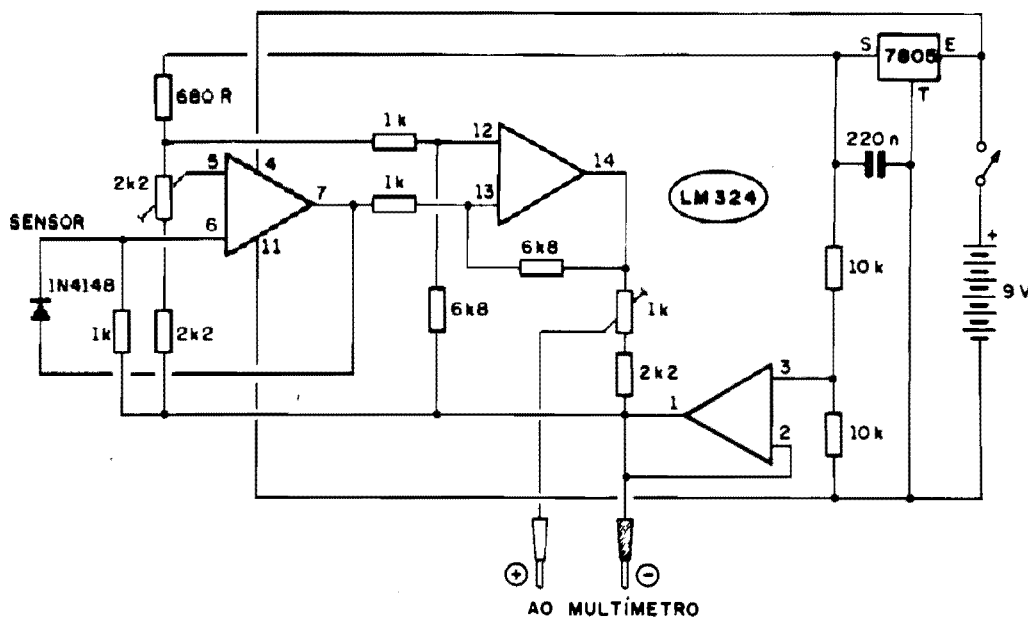

Fig. 1
- FIG. 1 - O CIRCUITO - Os Leitores/Hobbystas assíduos já sabem que um mero diodinho de silício, desses de uso geral, tipo 1N4148, pode ser efetivamente usado como sensível e razoavelmente linear "medidor" de Temperatura, uma vez que a diferença de potencial ("voltagem") que se determina através da sua junção semicondutora PN é sempre proporcional, linearmente em boa faixa, à Temperatura ambiente... Essa manifestação ou comportamento, contudo, ocorre na casa dos milésimos de volt. Assim, com o auxílio de uma boa dose de amplificação linear (um Integrado, contendo Amplificadores Operacionais, é uma "mão na roda" pra isso...) podemos transformar aquela variação milivoltagem numa excursão bem mais ampla, facilmente "enxergável" pela entrada de um multímetro digital convencional, desde que esteja chaveado para trabalhar como Voltímetro, em fundo de escala tão próximo possível de 1V (pode ser usada a faixa de 2 VCC, presente na grande maioria dos multímetros digitais...). Tecnicamente, no circuito, o bloco de Entrada é formado pelo Amp.Op. delimitado pelos pinos 5-6-7 (1/4 de LM324), cuja Entrada Não Inversora (pino 5) recebe uma